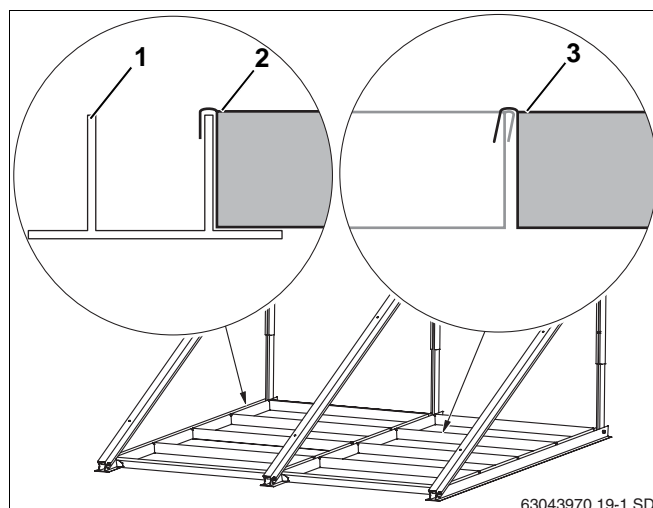

Bild 27 Per solpanel 4 tyngdbehållare
- ▶ Lägg tyngder (bild 27, **pos. 2**) i den undre profilen (bild 27, **pos. 1**) och i varandra (bild 27, **pos. 3**).